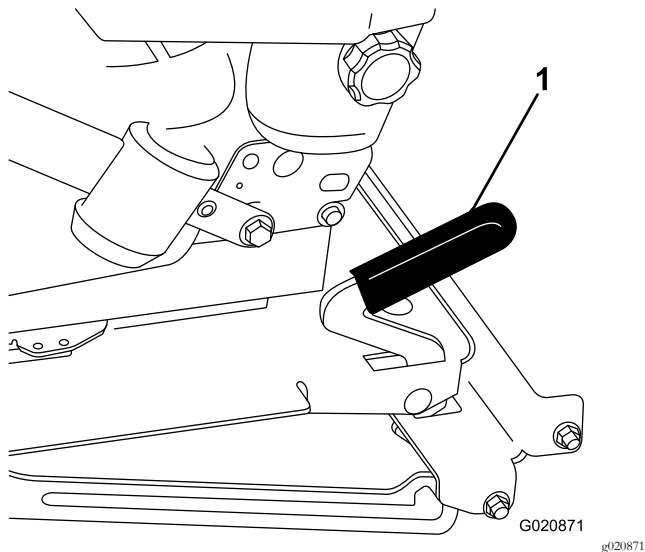

Figura 33
2. Puxe a alavanca do banco para a frente e eleve-o para desengatar o banco (Figura 33).